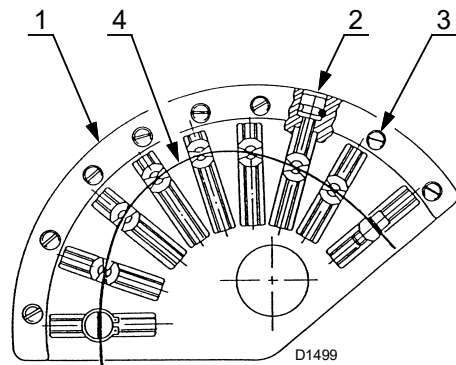

Рис. 31
відрегулюйте гвинти 2)(Рис. 31), попередньо послабивши гвинти 3).
Використовуйте регулятори 2)(Рис. 31) після послаблення гвинтів 3).
Умовні позначення (Рис. 31)
- Відрегулюйте подачу повітря за допомогою гвинтів 2)(Рис. 31) кулачка зі змінним профілем.
- Після досягнення оптимального регулювання не забудьте зафіксувати регульовальні гвинти профілів кулачків за допомогою гвинтів 3)(Рис. 31).